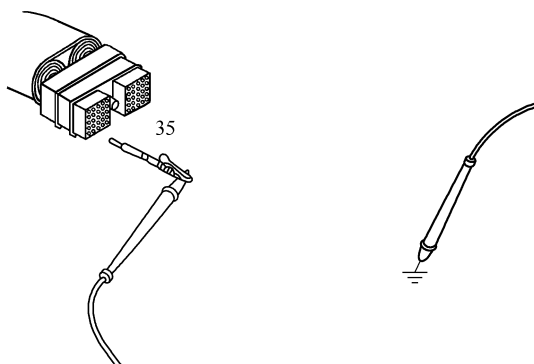

图 5-265 测量触针 35 与机体间的电阻
(2) 检查是否对地短路 测量 OEM 线束插头触针 35 与机体间的电阻,如图 5-265 所示,电阻应大于 100k Ω 。如果电路不是开路,应维修或更换 OEM 线束。